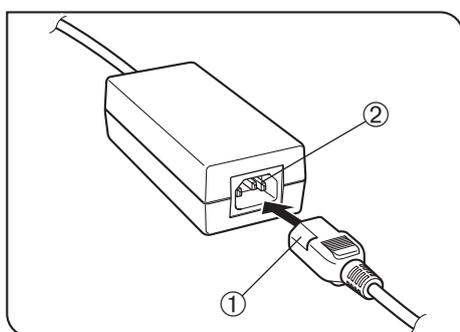

Рис. 53
## 12 Монтаж шнура питания (Рис. 53 - 55)
### Пользование адаптером переменного тока (рис. 53)
1. Прочно вставьте соединитель ① шнура питания в входное гнездо ② адаптера переменного тока (рис. 53).